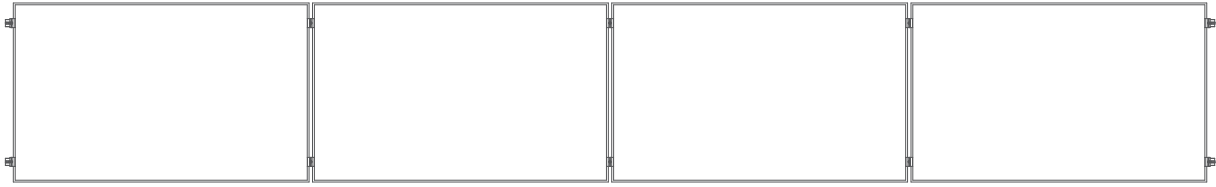
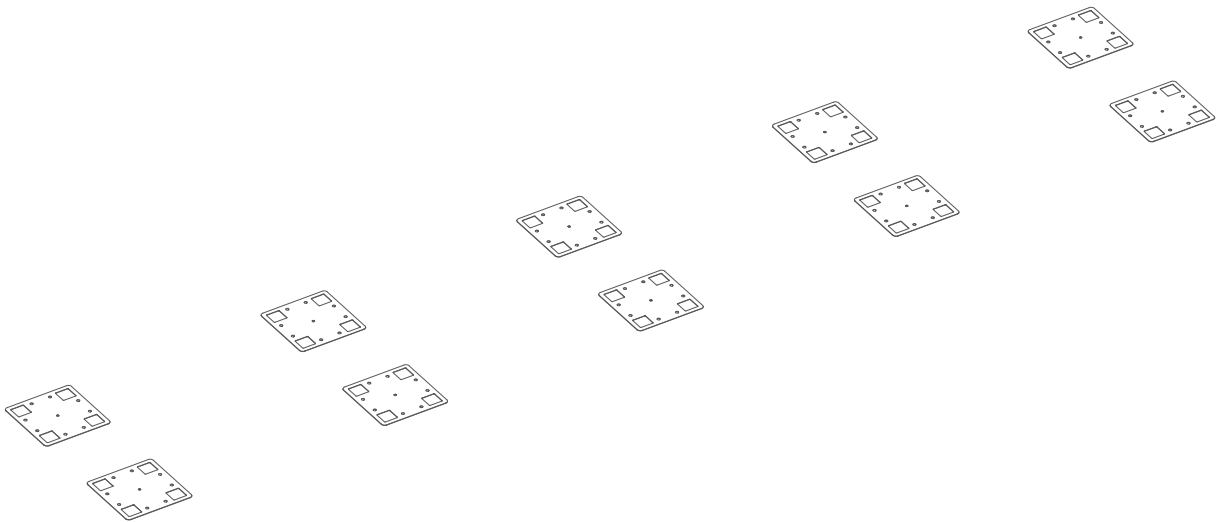

Abb. 1 Modulerer Aufbauplan
Abb. 2 Anordnung der Montageplatten
- 1 Vor der Montage muss der Aufstellungsplan für die Module (Abb. 1) und die Montageplatten (Abb. 2) festgelegt werden. Die Art der Befestigung der Montagekonstruktion auf dem Dachfeld hängt von der Art des Daches ab und wird individuell gewählt.